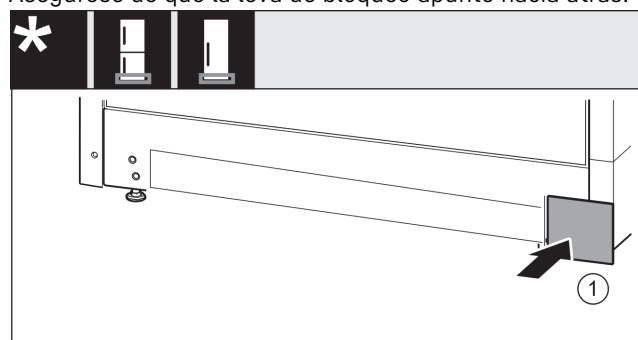

Fig. 19
- Vuelva a colocar la cubierta Fig. 19 (1) en el otro lado.